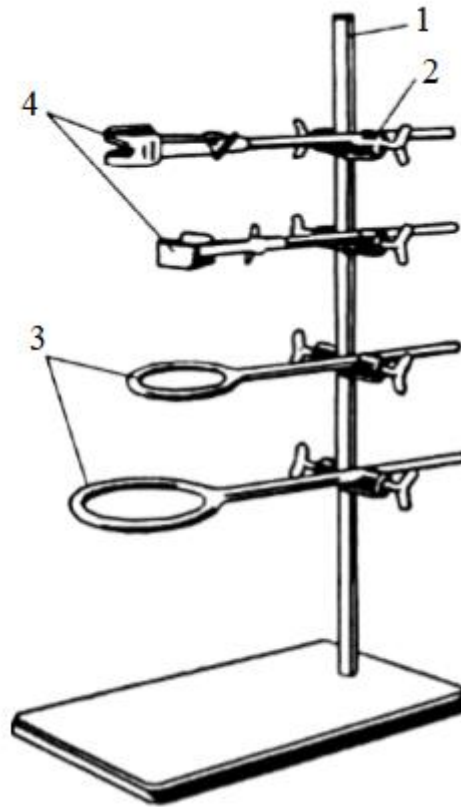

Рис. 39 – Штатив металлический с набором муфт, лапок, колец:
*Штатив металлический с набором муфт, лапок, колец* (рис. 39). При помощи муфт, лапок и колец закрепляют различные приборы, холодильники, колбы, делительные воронки и др.